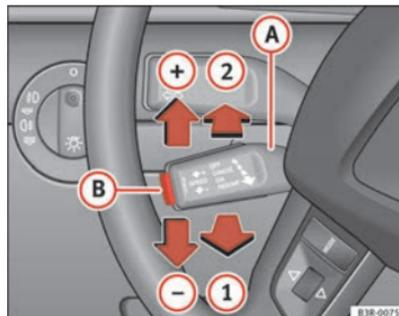

Fig. 140 Mandos del regulador de velocidad ▶
- Tire de la palanca **A** hacia la posición \Rightarrow página 181, fig. 140 **1** para activar el sistema.
- Desplace la palanca **A** hacia arriba, en dirección \Rightarrow página 181, fig. 140 **+**.
- Desplace la palanca **A** hacia abajo, en dirección \Rightarrow página 181, fig. 140 **-**.
- Cada vez que pulse brevemente la palanca **A** hacia arriba, en dirección \Rightarrow página 181, fig. 140 **+**, la velocidad programada aumentará en unos 2 km/h.
- Cada vez que pulse brevemente la palanca **A** hacia abajo, en dirección \Rightarrow página 181, fig. 140 **-**, la velocidad programada disminuirá en unos 2 km/h.
Si al desconectar provisionalmente el dispositivo no había ninguna velocidad programada, se podrá programar, como sigue, una nueva velocidad: Conduzca a la velocidad deseada y pulse entonces brevemente la tecla ⇒ página 181, fig. 140 (B) (SET).
- Desplace la palanca (A) ⇒ página 181, fig. 140 a la posición (2) (encastrada).